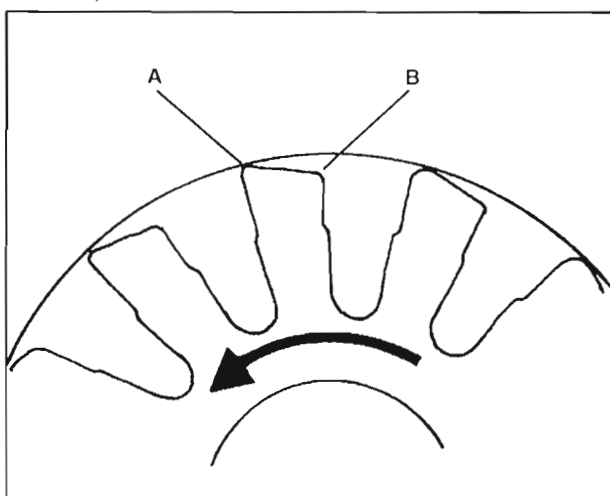

Fig. 64.
- Coloque el pasador y el soporte rotativo con las depresiones contra el cuerpo de la bomba. Fijese de que el lado delantero 'A' de cada diente es más largo que el lado trasero 'B'. Fig. 64.